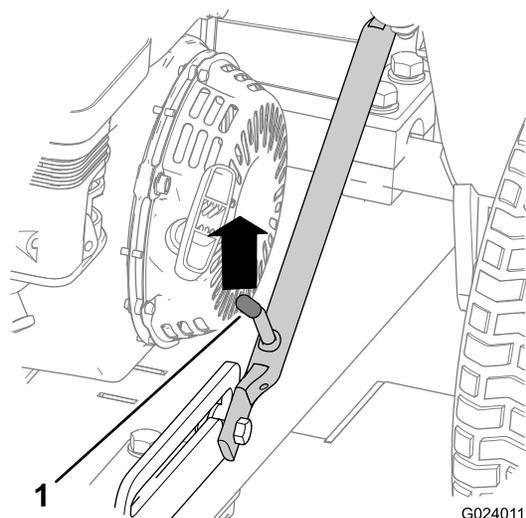

Figura 6
- Empuje la barra de tracción hacia arriba hasta que la palanca de cierre se desenganche de la muesca de la guía (Figura 6).